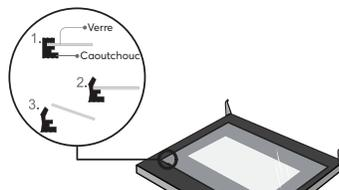

Figure 6
6. Après avoir retiré le verre intérieur, retirez le verre de la couche intermédiaire, comme indiqué sur la figure 6.